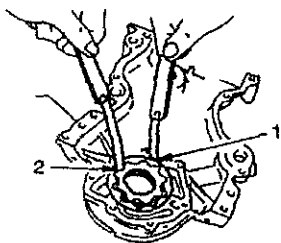

Bild. 81 Kontroll av mått.
Pumphus till kuggtopp (yttre diameter), 0,114 - 0,200 mm (1) på bild 81.
Kugghöjd (kugghulets spets till botten), under 0,18 mm (2) på bild 81.